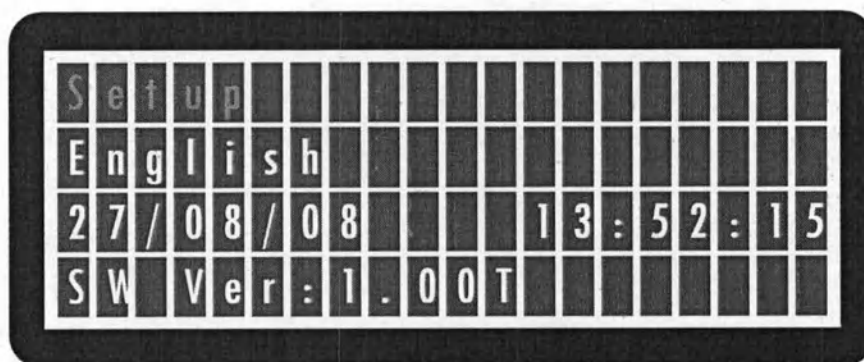

Рисунок 7. Выбор опции 'Setup'
- В то время как мигает поле режима работы используйте стрелки перемещения вверх и вниз до появления надписи **'Setup'** (Настройка) (Рисунок 7), и сделав выбор, нажмите на 'OK'.